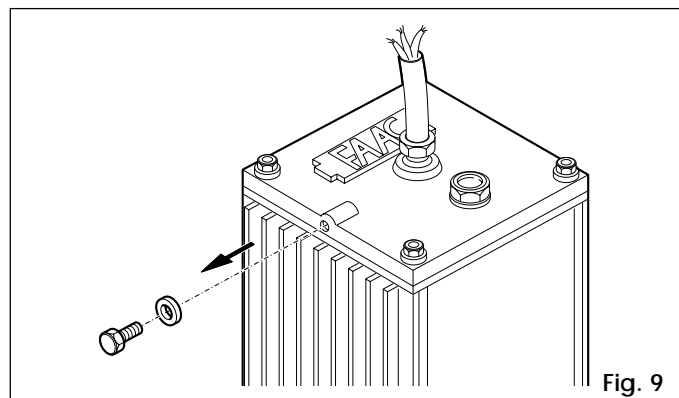

Fig. 9
- 3) **Extraer el tornillo de salida del aire como se indica en la fig. 9, y guardarlo.**